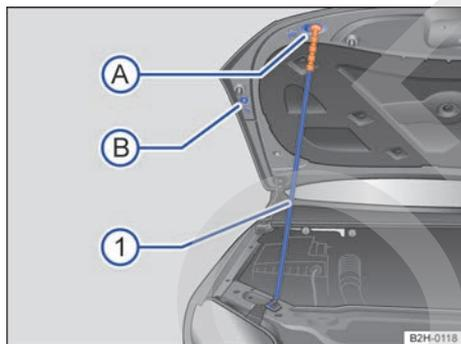

Fig. 148 Sujeción del capó del motor con la varilla de apoyo.
- Desenganche la varilla de sujeción → fig. 148 ① del lado derecho de la chapa portacierre por el extremo de color → ⚠️.
- Introduzca el extremo de color de la varilla en la fijación → fig. 148 A) o B).